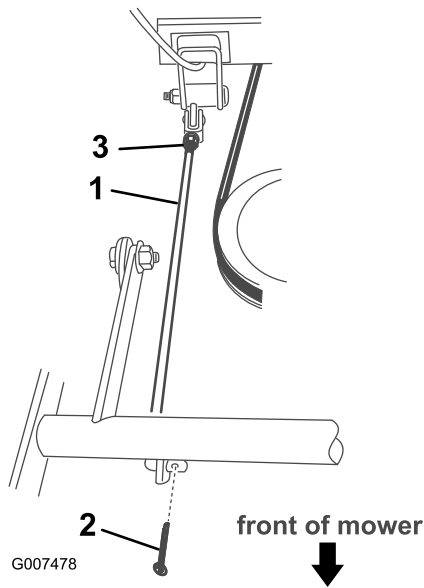

Figura 35
7. Retire la chaveta del extremo delantero de la varilla de ajuste (Figura 35).
8. Afloje la tuerca del extremo trasero de la varilla de ajuste (Figura 35).